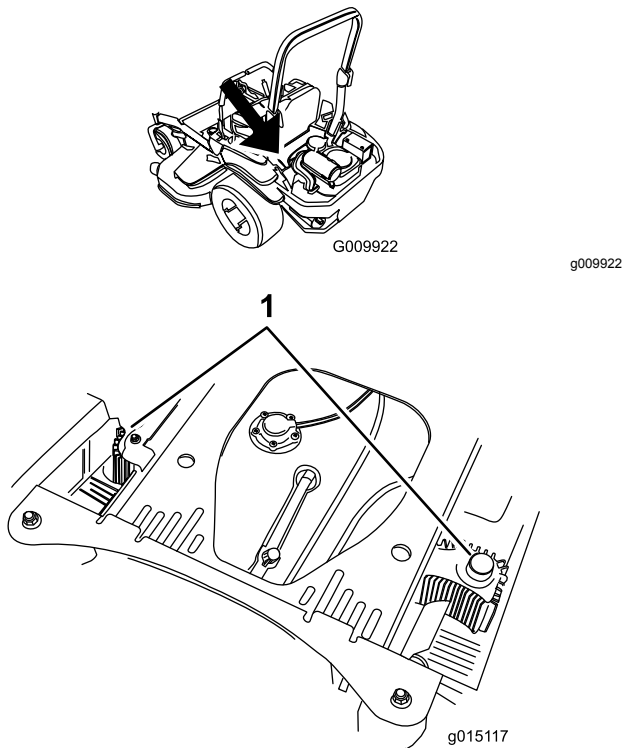

Figura 83
4. Limpie cualquier residuo o hierba de las cubiertas de las unidades hidráulicas (Figura 83).